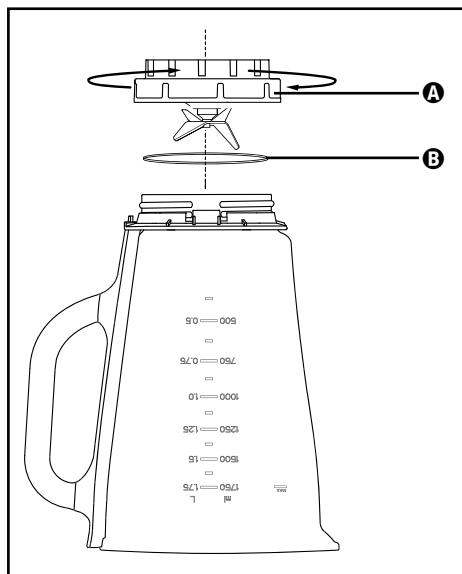

Fig. 3
- Dé la vuelta al aparato y gire el accesorio **A** en sentido antihorario para poder desmontarlo del recipiente del vaso **3** (consulte la fig. 3).